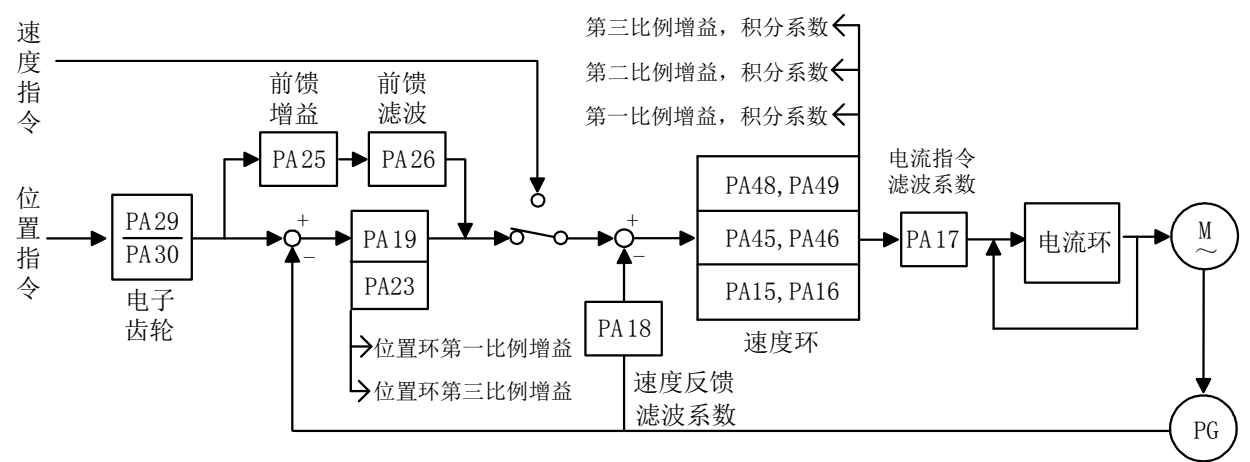

图 6-1 基本性能参数调整图
- 图 6-1 为伺服驱动单元性能参数调整图，用户在使用过程中，可能因为电机或负载的不同，需要依据图 6-1 原理对部分参数进行适度调整，以达到电机最佳的工作状态。
- 一般来讲，图 6-1 中的参数应先调整速度环，再调整位置环。（电流环参数出厂已经优化，用户不需要调整。）